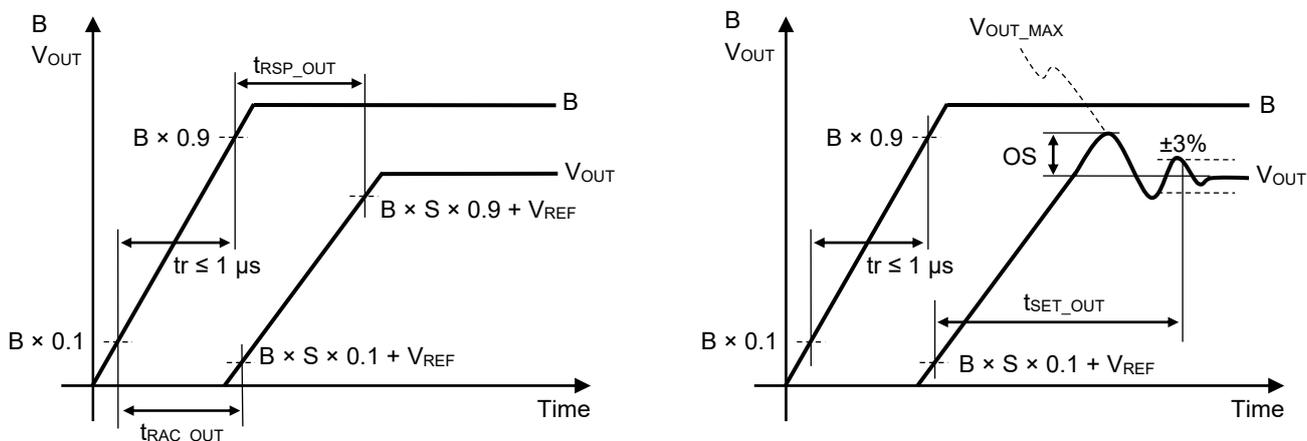

図26
図26に、磁束密度 (B) をその10% ~ 90%まで1 μ s以内に立ち上げたときの出力電圧 (V_{OUT}) の応答波形を示します。磁束密度 (B) を印加して時間が十分経過した定常状態では、出力電圧 (V_{OUT}) は $B \times S + V_{REF}$ となります。ここで、磁束密度が $B \times 0.1$ に達してから、出力電圧が $B \times S \times 0.1 + V_{REF}$ に達するまでの時間を出力反応時間 (t_{RAC_OUT}) とします。磁束密度が $B \times 0.9$ に達してから、出力電圧が $B \times S \times 0.9 + V_{REF}$ に達するまでの時間を出力応答時間 (t_{RSP_OUT}) とします。出力電圧が $B \times S \times 0.1 + V_{REF}$ に達してから、 $B \times S \times (1 \pm 0.03) + V_{REF}$ 以内に静定するまでの時間を出力セトリング時間 (t_{SET_OUT}) とします。